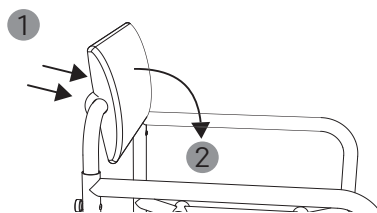

Abb. 6
5. Wenn Sie die Sitzbreite an Ihre Bedürfnisse anpassen möchten, gehen Sie wie folgt vor: Lösen Sie an der Rückseite des Rückenpolsters die Rändelmutter (1, Abb. 6). Drehen Sie das Rückenpolster in Richtung Boden (2, Abb. 6).